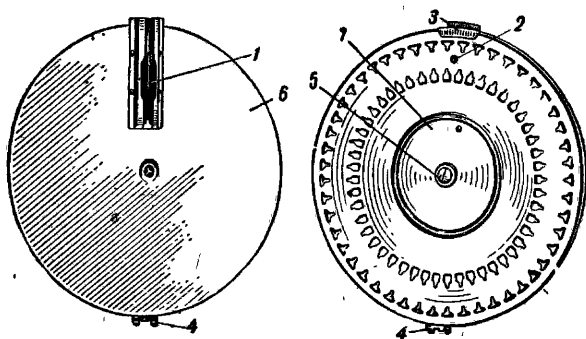

Рис. 31. Магази́н:
**Магазин** (рис. 31) служит для помещения патронов, подачи и придания им определённого положения перед досылкой в патронник; магазин вмещает 47 патронов.